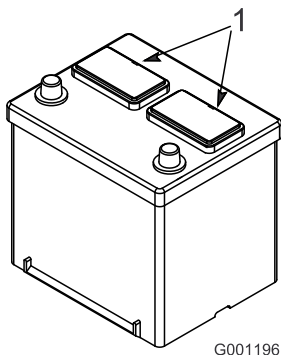

Figura 21
1. Limpe a parte superior da bateria e retire as protecções das aberturas de ventilação (Figura 21).